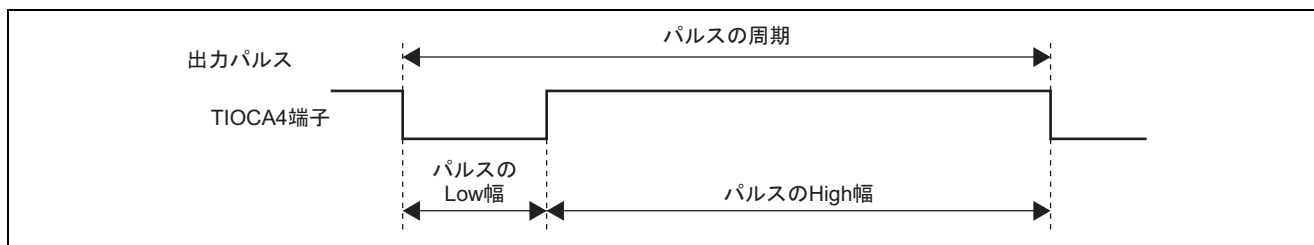

図1 長周期パルス出力例
- (1) 図1のように、長周期パルスを出力します。本タスク例の出力パルスは、パルス周期 2.8ms、パルス Low 幅 0.7ms です。
- (2) 長周期動作は、TPU\_4, 5 カスケード接続による 32 ビットカウンタ動作を使用し実現します。
- (3) パルス波形は、TPU\_4 を PWM モード 1 に設定し実現します。